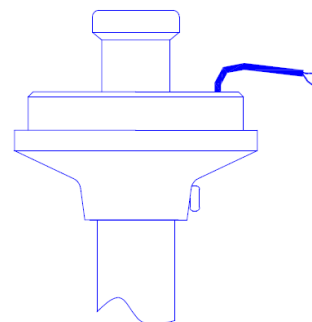

Рисунок 2.3 – Монтаж основания на трубу.
3. Выкрутите зажимной болт из основания светильника. Протяните кабель из трубы через отверстие под патроном в основании светильника. Произведите монтаж основания светильника на штангу или трубу с внешней резьбой G3/4 (рисунок 2.3). Используйте ленту из фторопластового уплотнительного материала (ФУМ) для обеспечения герметичного резьбового соединения основания светильника и трубы. Вкрутите зажимной болт в основание светильника для обеспечения дополнительной фиксации на трубе.